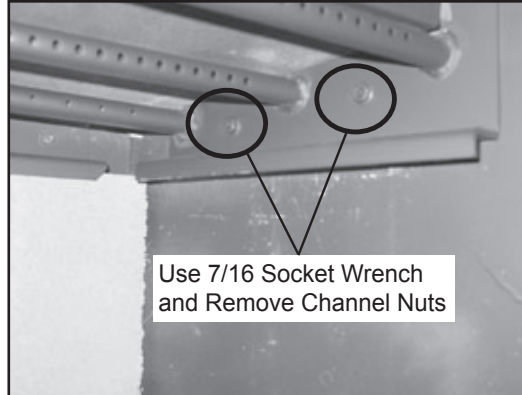

Figure 28.2
3. Enlevez les 2 écrous du canal situés dans la chambre au moyen d'une clé à douilles de 7/16 po (**Figure 28.2**).